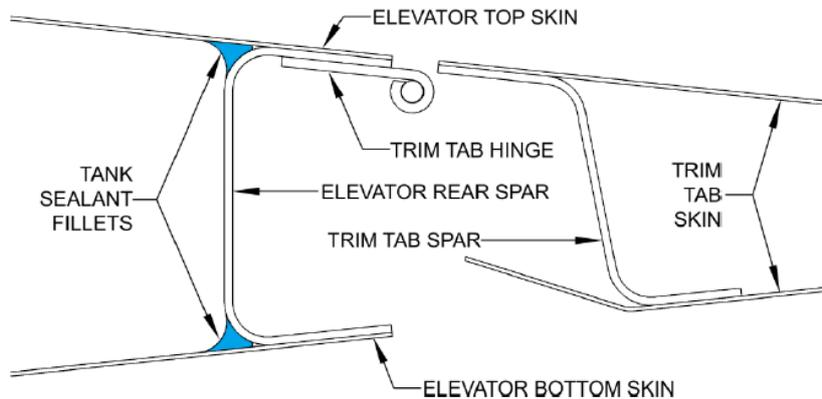

FIGURA 10: FILETE DE SELANTE PARA TANQUE DE COMBUSTÍVEL ONDE A LONGARINA TRASEIRA ENCONTRA OS REVESTIMENTOS DO PROFUNDOR
Passo 14: Prepare e aplique o selante para tanque de combustível para formar um raio de vedação em ambos os lados, superior e inferior, onde a longarina traseira E-1007/E-00907 encontra o revestimento do profundor. O selante pode ser aplicado através dos furos de alívio na longarina dianteira E-1002/E-00902. Certifique-se de que o selante entre em contato tanto com o revestimento quanto com a longarina. Consulte a Figura 10.